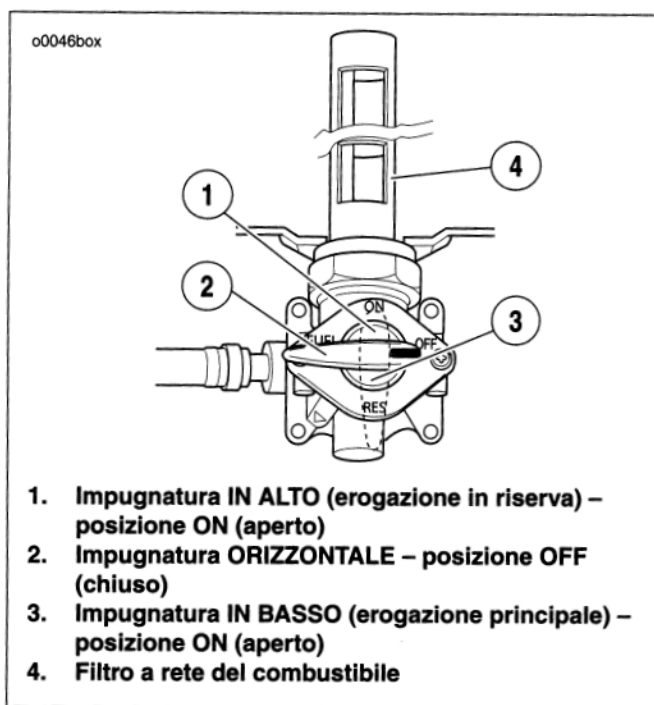

Figura 19. Rubinetto del combustibile
- Vedere la Figura 19. Girare la levetta in posizione orizzontale per arrestare l'alimentazione principale del combustibile.
- Girare la levetta nella posizione (3) per l'alimentazione principale del combustibile.
- Girare la levetta nella posizione (1) per usare la riserva del combustibile.